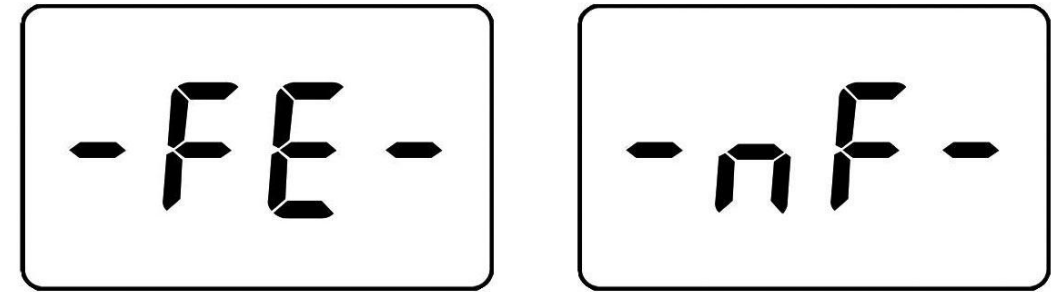

图 2.2
6. UD-1C 开机界面如图 2.2，若仪器最后使用的是磁性测量方式，仪器再次开机画面见左下图，若仪器最后使用的是涡流测量方式，仪器再次开机画面见右下图。